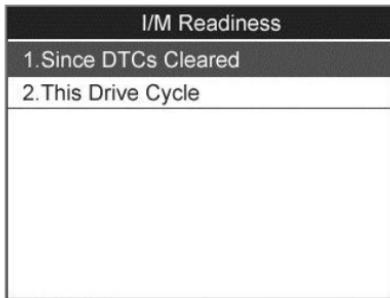

Figura 5.20
- 3) Si el vehículo soporta ambos tipos de prueba, entonces ambos tipos se mostrarán en la pantalla para la selección. (Figura 5.20)